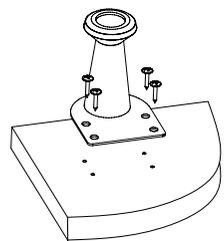

Рис.5
- Прикрепить при помощи шурупов 3,5х16 опоры регулируемые ко дну 2 (Рис.5).